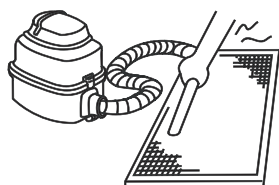

Abb. 6-8
- Wenn Sie einen Staubsauger verwenden, sollte die Lufteinlassseite nach oben gerichtet sein. (Siehe Abb. 6-8).